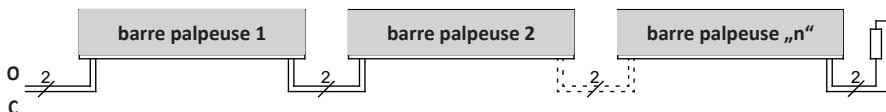

Figure 2 : Câblage de plusieurs barres palpeuses
8.2 Raccordement de plusieurs barres palpeuses par circuit de signal (figure 2)
Un ou plusieurs barres palpeuses peuvent être raccordés sur l'entrée d'émetteur de signaux **O** ou **C**. Pour cela, les barres palpeuses individuels sont montés en série comme illustré (figure 2).